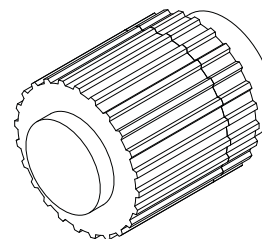

Fig. 28-1
3. Appuyez et maintenez enfoncé le bouton d'allumage électronique (voir Fig. 28-1). L'allumeur commence à susciter un déclic rapide.